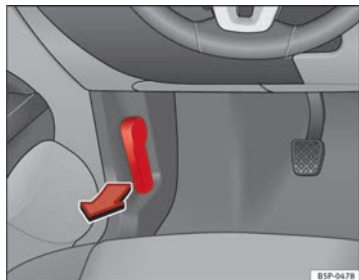

Fig. 165 Detalle de la zona reposapiés del lado del conductor: palanca para el desbloqueo del capó del motor.
- Tire de la palanca que se encuentra bajo el tablero de instrumentos ⇒ fig. 165 en el sentido que indica la flecha. El capó queda desbloqueado por la acción resorte del muelle ⇒ ⚠.